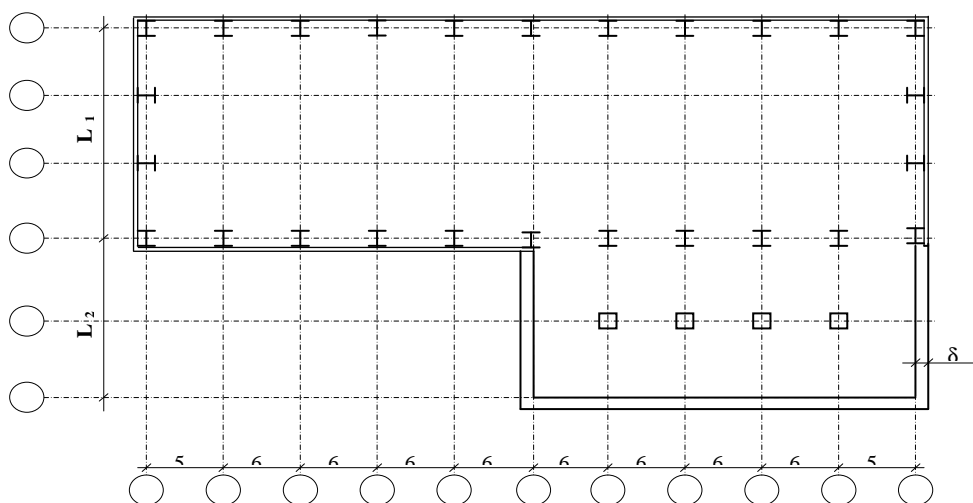

Рис. 1 – Здание 1.
1. Тип зданий для индивидуальной разработки фундаментов приведен в табл. 1 и на рис. 1 – 4.